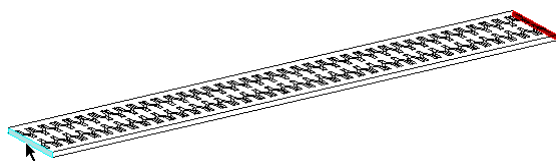

图 4-19 选择折弯参考
- 退出草绘环境后，在操控板中选择“360度折弯”方法，然后选择如图4-19所示的拉伸实体的两个端面作为折弯长度参考。